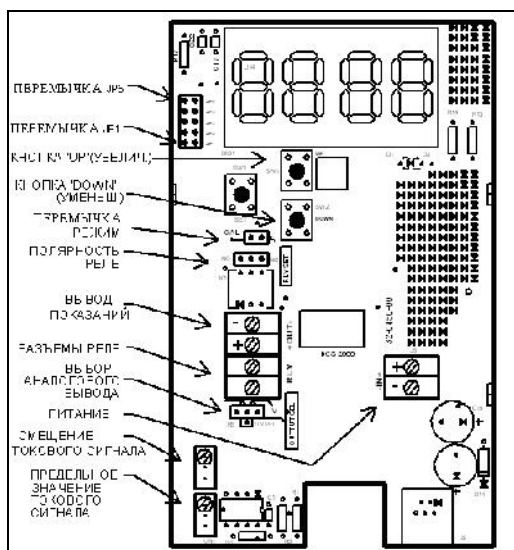

Рис.5: Интерфейсный Модуль для Модели 400
Интерфейсный Модуль для Модели 400, показанный на Рис. 5, добавляет контрольную панель с кнопками и коммутационными переключателями, дисплей, сигнализацию, более широкий выбор источников питания, и токовый вывод.
Интерфейсный модуль может питаться от источника переменного тока со среднеквадратичным действующим напряжением 10 - 28 Вольт или от источника постоянного тока напряжением 12 – 36 Вольт. Питание подсоединяется к двум гнездам клемника ПИТАНИЕ (IN) как показано на Рис. 5 Для источника переменного тока разметка полярности не имеет значения.
Полярность реле переключается при помощи перемычки ПОЛЯРНОСТЬ РЕЛЕ (RLY SET) как показано на Рис.5 В положении 'NO' реле разомкнуто ниже контрольной точки. В положении 'NC' реле замкнуто ниже контрольной точки.